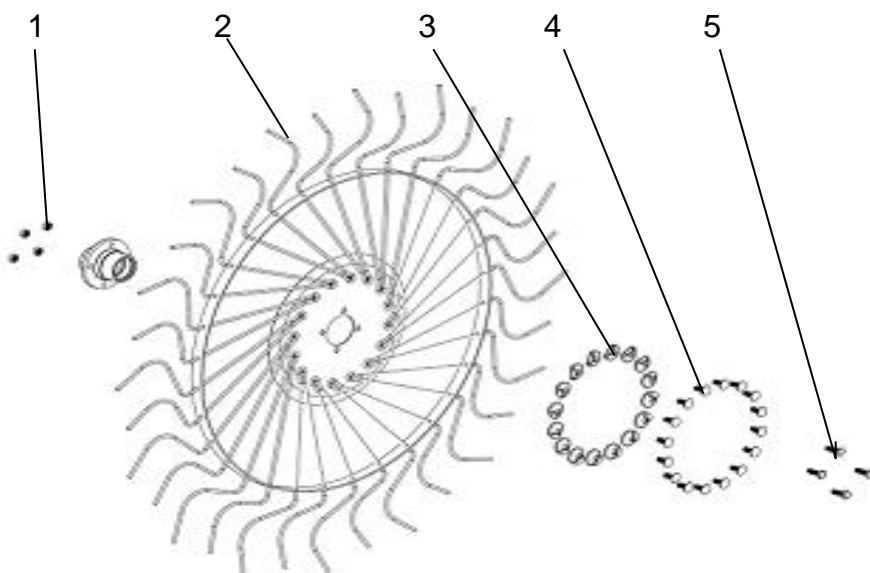

Рисунок 9
Если требуется заменить колесо, полностью разберите фиксирующие гайки (1), удалите соответствующие винты (5) и снимите колесо со втулки (рис.9). Поставьте новое колесо, винты и соответствующие гайки. Палец 2: если требуется заменить один или несколько пальцев (которые изношены или сломаны), снимите соответствующую прижимную планку. Но для этого требуется убрать фиксирующие гайки (3) и соответствующие винты (4). После этого вы можете снять планку и палец. Установите новый палец, поставьте планку, затем вставьте фиксирующие винты и соответствующие гайки.